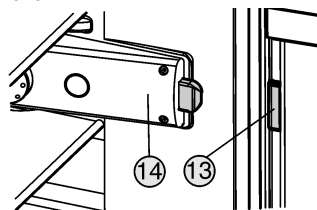

Fig. 8
De schakelnok Fig. 8 (13) moet zich aan de kant van de lichtbehuizing Fig. 8 (14) bevinden.